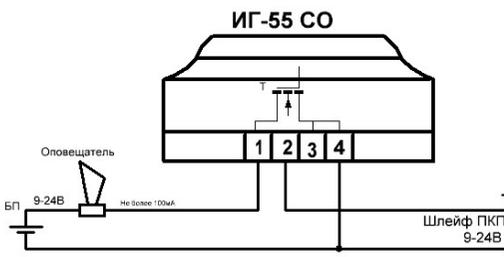

Рис.3
3.7 Схема подключения внешнего свето-звукового оповещателя приведена на рис.3